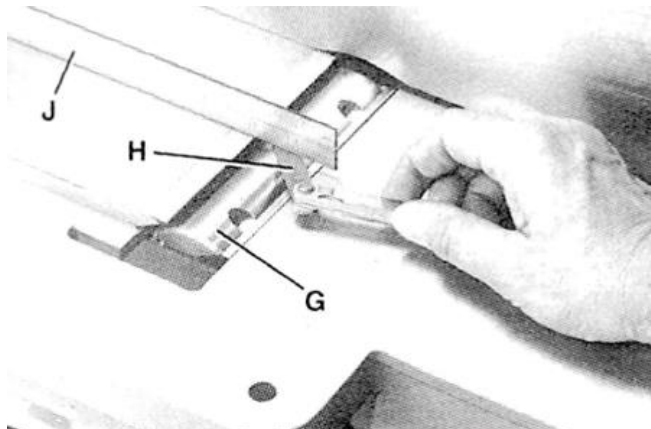

Рис. 52
9. Осторожно поворачивайте режущую головку (G) – Рис. 52, пока круглая часть режущей головки не будет располагаться сверху, как показано на рисунке.
10. Установите контактный датчик а. 1,5 мм (0,060") (H) на режущую головку – Рис. 52. Используя линейку (J), установите высоту заднего